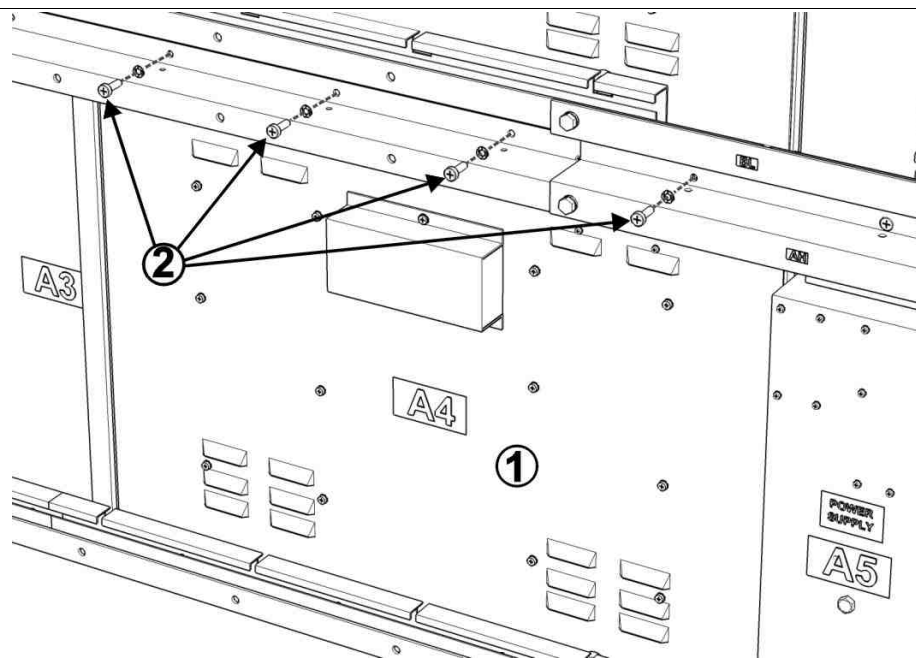

Fig. 20: Viti superiori di fissaggio del modulo
- a) sul retro, svitate le viti superiori di fissaggio del modulo alla staffa orizzontale (Fig. 20),